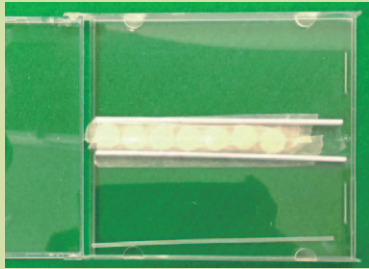

図3 アルミパイプをレールにした様子
- ① CD ケースに、【図3】のように両面テープを貼り、その上にネオジム磁石を磁極を揃えて貼り、さらにその上から両面テープを貼る。その後、ネオジム磁石とアルミパイプが接触しないようにアルミパイプを両面テープに接着する。